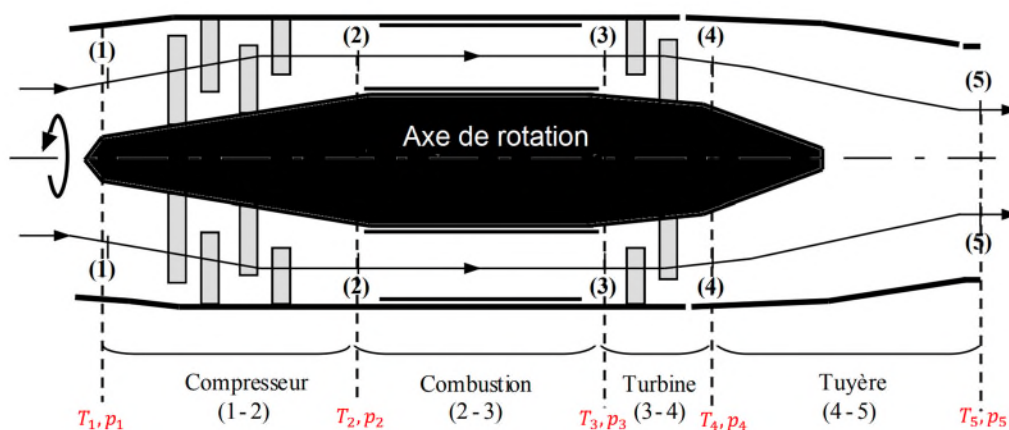

Figure 1 : schéma du turboréacteur 1
On souhaite étudier le modèle de réacteur (Figure 1) équipant un avion de chasse. Les propriétés de l'écoulement sont décrites ci-après :
- 1/** Comment s'appelle le dispositif représenté sur la Figure 1 ?